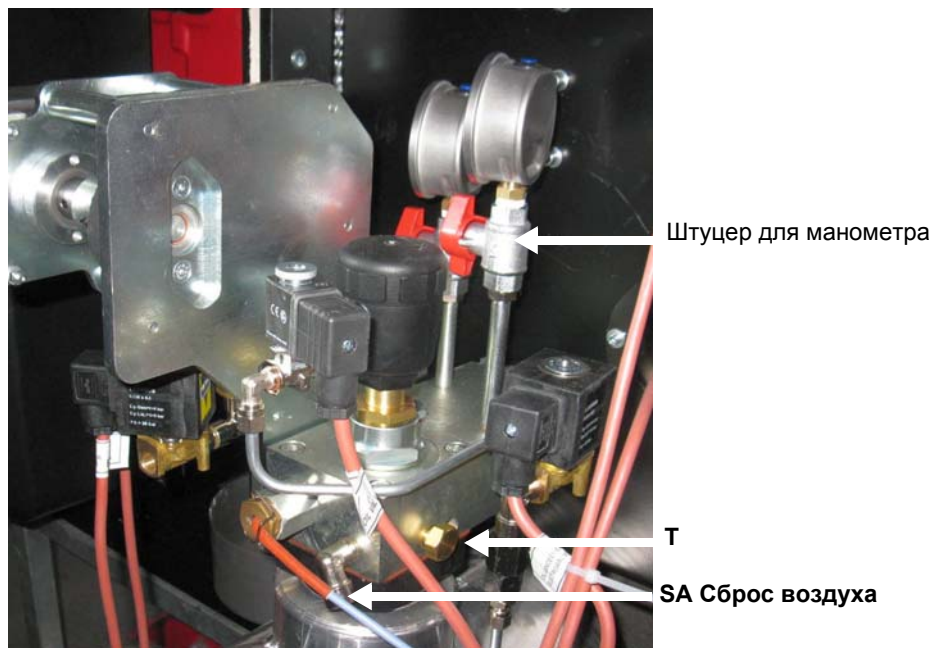

Рис. 17
- 5 Давление питания форсунки уже отрегулировано заранее на заводе-изготовителе и не должно изменяться. Только в случае необходимости, отрегулировать давление питания следующим образом: установить манометр в положение, указанное на Рис. 17, воздействовать на регулировочный винт VR насоса